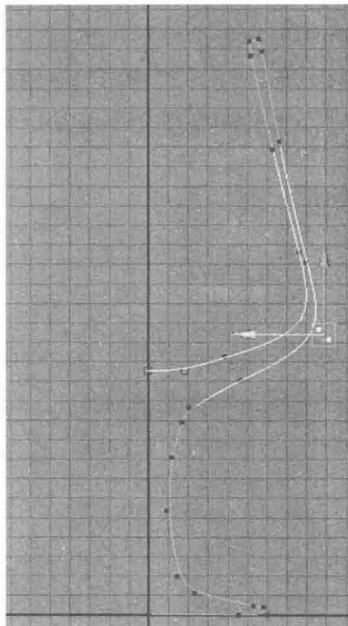

图 1-20
- 6) 在不显示 NURBS Surfaces 的情况下，可以编辑 CV 控制点，如图 1-20 所示。